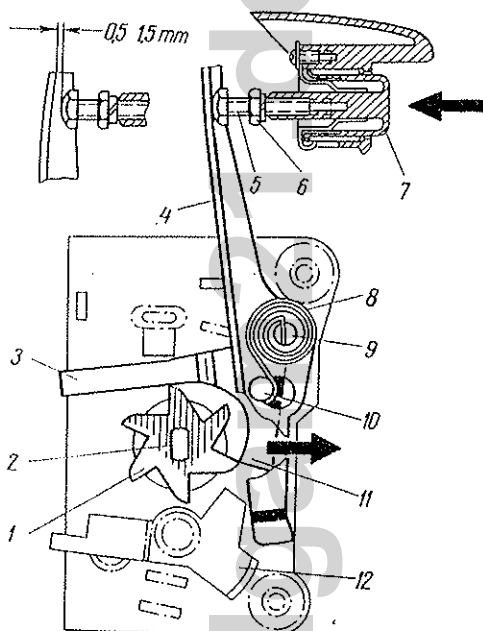

Bild 332 Riegelwerk des Türschlosses:
1. Zu sehr angedrückte Dichtungen der Türrahmen 2. Das Drehteil läßt sich in beiden Richtungen zwangsfrei drehen. a) Gebrochene Feder 8 (Bild 332) des Schloßschnäppers b) Klemmendes Betätigungswerk des Innengriffs c) Anstreifen des Hebels 4 der Sperrklinke an Türblech d) Klemmen der Sperrklinke 3 in Schlitz des Schloßgehäuses	1. Befestigungsschrauben des Riegels lockern und diesen 1—2 mm nach außen schieben 2. a) Feder ersetzen b) Türverkleidung wegnehmen und Klemmen beseitigen c) Anstreifen mit Richten des Hebels beseitigen d) Schloß herausnehmen und Klemmen durch Richten des Gehäuses beseitigen oder Schloß ersetzen